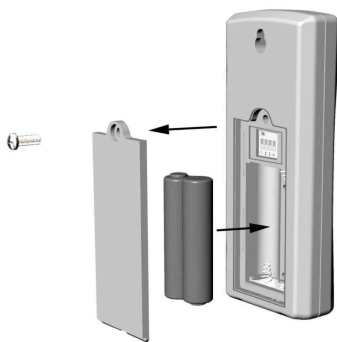

Fig. 7
3.3.2 Plaats de batterijen in de zender met de thermometer en de hygrometer. Verwijder het deksel van het batterijvak aan de achterkant van de sensor nadat je de borgschroef hebt losgedraaid - zie Afbeelding 7.